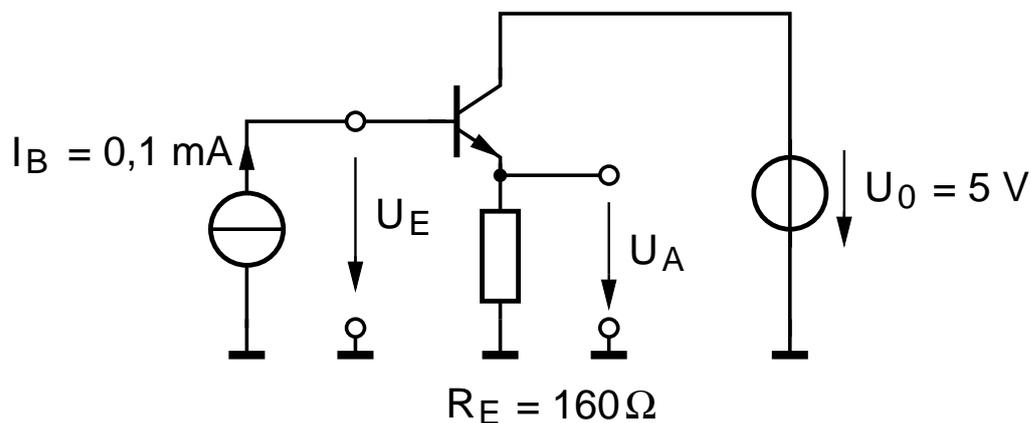

Abb. 3.1: Ein npn-Si-Bipolartransistor in einer Grundschtung.
Ein npn-Si-Bipolartransistor wird in einer Schaltung nach Abb. 3.1 betrieben.
- 3.6 Zeichnen Sie das Kleinsignalersatzschaltbild (ESB) der Schaltung unter Verwendung der ESB-Elemente nach Pkt. 3.4. Nehmen Sie nun an, dass der Basisstrom mit einem Wechselstrom geringer Amplitude im Arbeitspunkt nach Abb. 3.1 angesteuert wird. Berechnen Sie den Eingangswiderstand der Schaltung!
- 3.7 Der Transistor in Abb. 3.1 werde jetzt gegen einen anderen ausgetauscht, bei dem lediglich die Emitterfläche auf  $A = 10 \mu\text{m}^2$  reduziert wurde. Wie ändern sich in diesem Fall  $I_C$  und  $U_{BE}$ ? Begründen Sie Ihre Antwort!